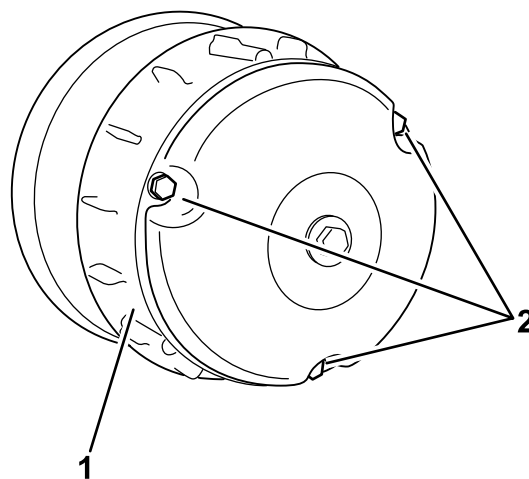

Figure 61
- Retirez les trois boulons qui fixent le couvercle de l'embrayage et déposez le couvercle (Figure 61).
- Posez le couvercle d'embrayage et fixez-le avec les 3 boulons (Figure 61) que vous avez retirés à l'opération 2.